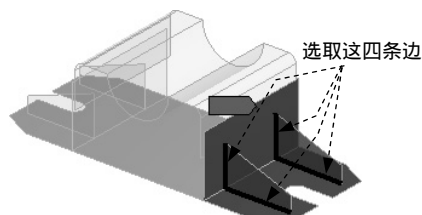

图 7.7.18 定义 Slave 几何对象
(3) 选择 Slave 几何对象。选择图 7.7.18 所示的四条边为 Slave 对象，单击 **Slave Geometry** 文本框中的 **Apply** 按钮确认选取。